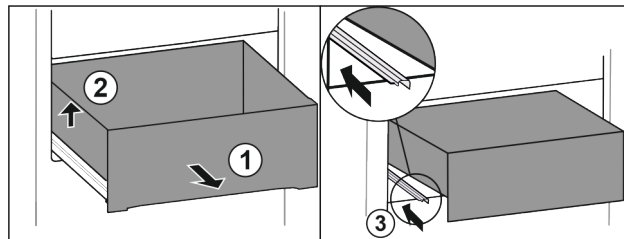

Fig. 19
- ▶ Predal izvlecite do omejevala. Fig. 19 (1)
- ▶ Dvignite predal levo. Fig. 19 (2)
- ▶ Vstavite levo vodilo. Fig. 19 (3)